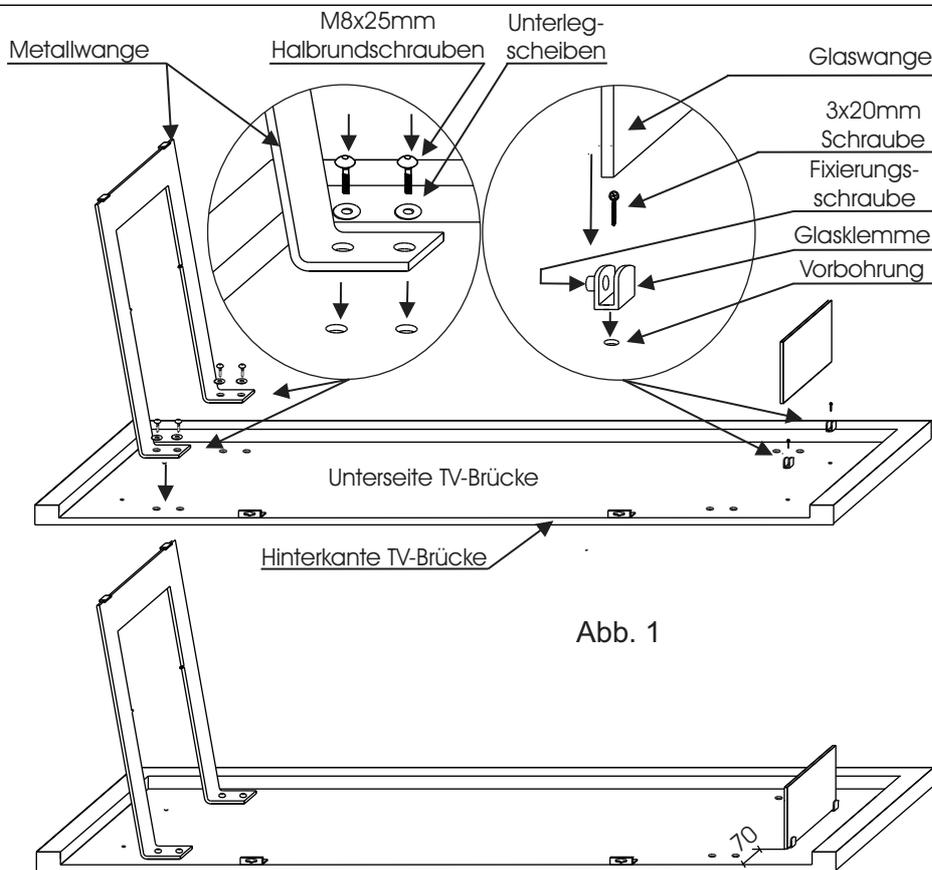

Abb. 1
3. Montieren Sie nun die Glaswange. Hier müssen zunächst zwei Glasklemmen mit je einer $\varnothing 3,5 \times 20$ mm Schraube montiert werden. Zur Positionierung sind Vorbohrungen auf der Unterseite der TV-Brücke werkseitig vorhanden. (Abb. 1)
4. Stellen Sie die Glaswange mit einem Abstand von ca. 70mm zur Hinterkante der TV-Brücke auf die Glasklemmen und ziehen die Fixierungsschrauben der Klemmen an. (Abb. 1)